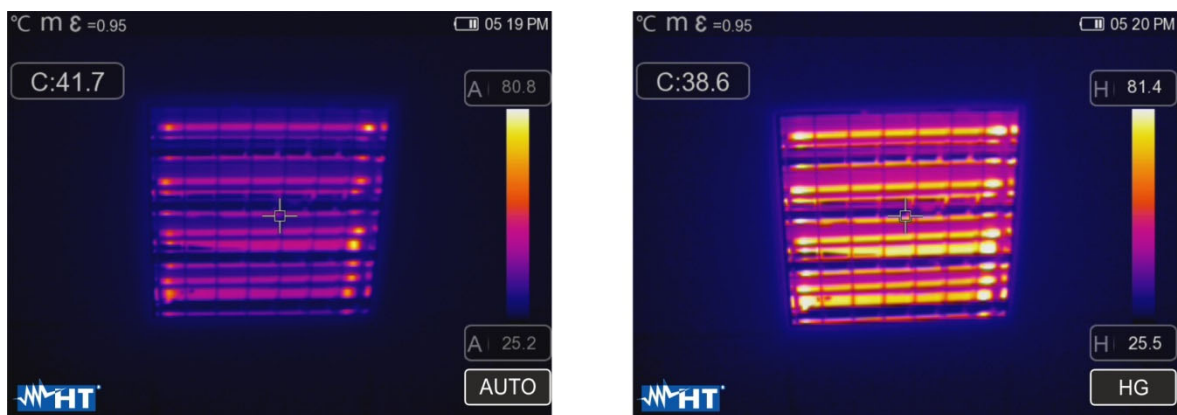

Abb. 42: Einstellung der Modi Automatisch und Histogramm
- Modus **Histogramm (HG)** → Die Mindest- und Höchstwerte der Temperatur des eingerahmten Gegenstands werden vom Gerät automatisch eingestellt, wie im Auto Modus. In diesem Fall werden aber die Bereiche des Bildes besonders hervorgehoben, in denen sich die Temperaturwerte von denen der benachbarten Bereiche sehr unterscheiden. Die Beziehung zwischen der Temperatur und der Farbe der Palette ist **nicht linear**, basierend auf einem Histogramm-Algorithmus. Dieser Modus ist in sehr dunklen Arbeitsumgebungen besonders nützlich.
1. Drücken Sie die Taste oder berühren Sie das Symbol "AUTO" rechts im Unterteil des Displays. Die Bildschirmzeiten in der Abb. 42 zeigen die Auswahl der Modi "AUTO" und "HG".